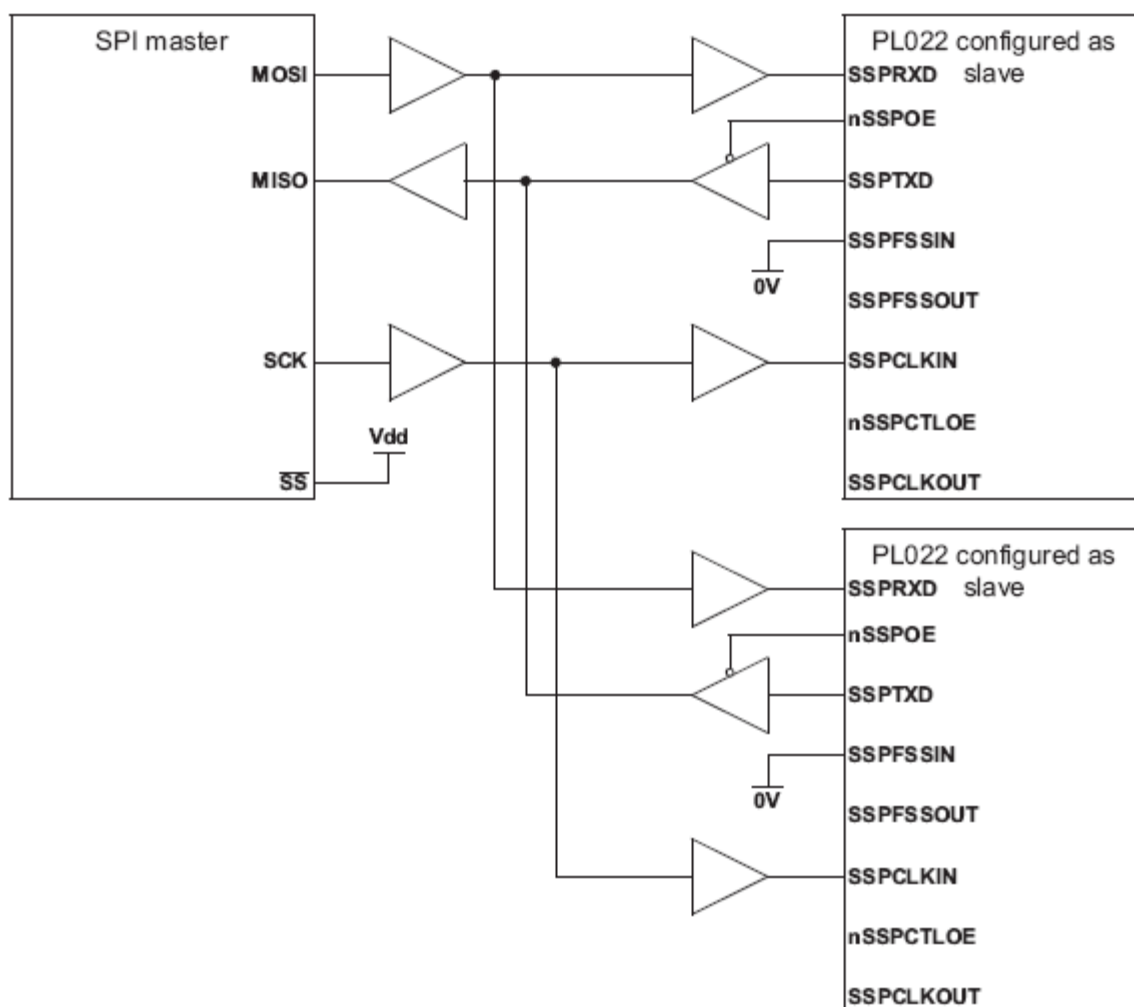

Рисунок 114 – Ведущее устройство, протокол SPI, подключено к двум ведомым модулям SSP
Рисунок 114 показывает ведущее устройство, поддерживающее протокол SPI фирмы Motorola, соединенное с двумя модулями SSP, сконфигурированными для работы в ведомом режиме. Линия Slave Select (SS) ведущего устройства в этом случае установлена в высокий логический уровень. Ведущее устройство осуществляет передачу данных по линии MOSI циркулярно в адрес двух ведомых модулей.